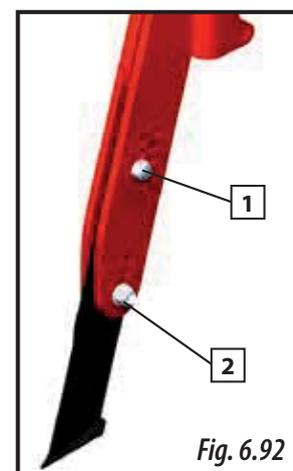
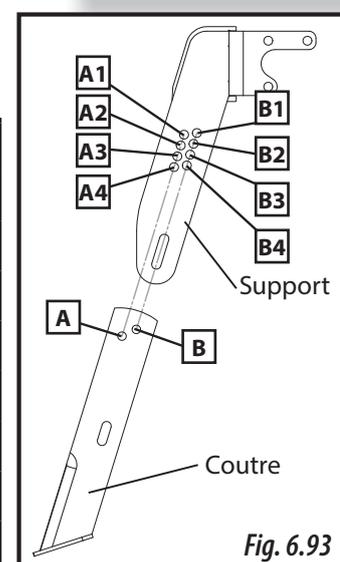

Fig. 6.92
Fig. 6.93
- 1- Retirez l'écrou et la vis de positionnement (1, Fig. 6.92).
- 2- Desserrez l'écrou et la vis de fixation (2, Fig. 6.92).
- 3- Placez le couteau à la hauteur voulue, ajustez la hauteur pour faire coïncider un alvéole (A ou B, Fig. 6.93) avec l'autre.
La vis de fixation (1, Fig. 6.93) doit se trouver sur la même lettre pour le couteau et pour le support. Les positions **A et B NE SONT PAS INTERCHANGEABLES**. Consultez le tableau suivant ainsi que la figure 6.93 pour ajuster la profondeur du couteau, en fonction de la vis de position (1, Fig. 6.92).